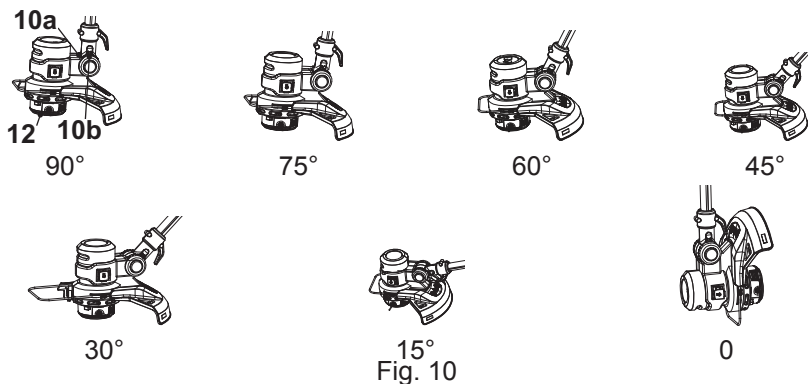

Fig. 10
Incline el ángulo del cabezal de corte (12) para adaptarlo a las condiciones del terreno ya sea para recortar o bordear, alineando el indicador (10a) con la línea de indicación (10b) (Fig. 10).